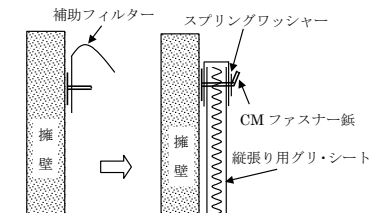

図 II-4 「グリ・シート」の天端部処理
- (1) CMファスナー紙の接着強度を確認した後、「グリ・シート」を墨出しに従い取付ける。（夏場3時間、冬場16時間程度経過後を目安とする。）
- (2) 「グリ・シート KP12-300」のフィルター耳を上にして、最下端列のCMファスナー紙に差込みスプリングワッシャーで押さえ込んだ後、ピン先を折り曲げて固定する。
- (3) 補助フィルターを最上部のCMファスナーに取付ける。（図 II-4左）
- (4) 縦張り用「グリ・シート」を横張り用「グリ・シート」の芯材に直接突合させてCMファスナーで止める。この時、縦張り用「グリ・シート」の最上段列と最下段列のファスナーは補助フィルターと横張り用「グリ・シート」のフィルター耳を差し込んでからスプリングワッシャーで止める。
- (1) 縦張り用「グリ・シート」の上端部から土砂等が流入しないように補助フィルターで覆い、処理する。（図 II-4）